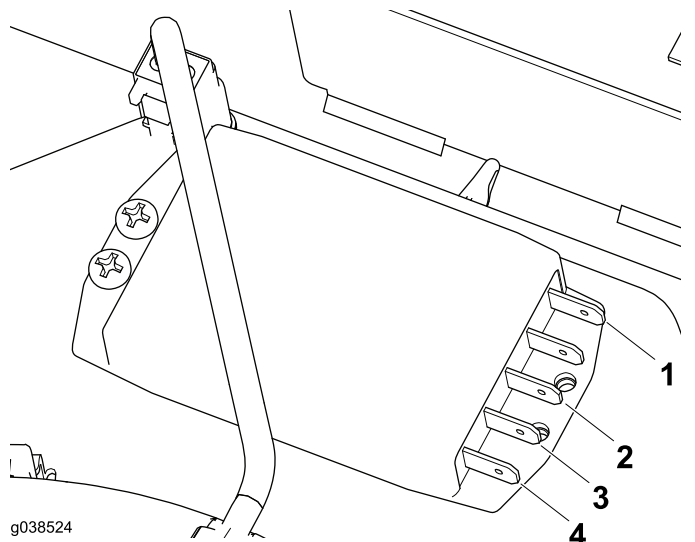

Bild 3
3. Schließen Sie den Kabelbaum am Widerstandspack an (Bild 3).